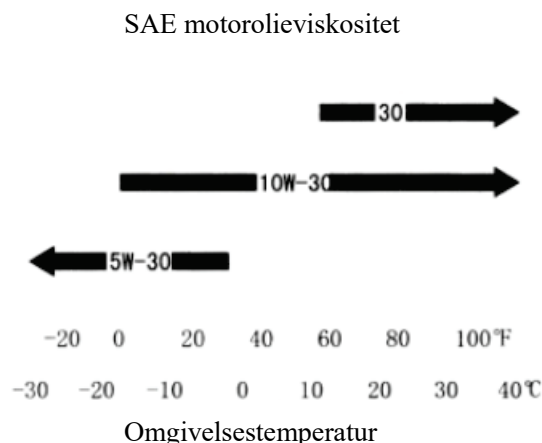

Fig. 4
4.3.3 Den anbefalede omgivelsestemperatur ved brug af maskinen er -15 °C til 40 °C. Det anbefales at bruge SAE 10W-30 motorolie, som stemmer overens med API-klassifikation SE, SF og SG. Fig. 4 nedenfor viser SAE viskositeter for motorolie.
d. Stil benzinmotoren, så den står vandret, og påfyld den anbefalede motorolie op til maksimum-afmærkningen på oliepinde. Olietyper, der skal påfyldes, fremgår af fig. 4 ovenfor.